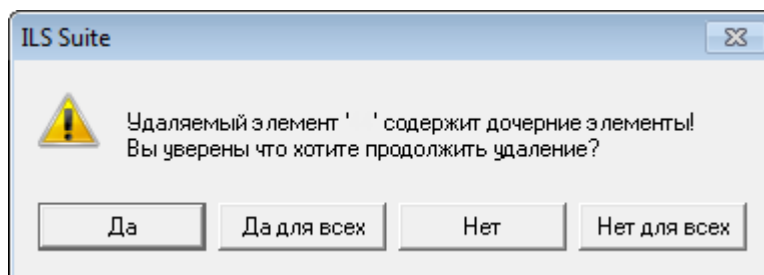

Рис. 10-42 – Сообщение о наличии в папке вложенных элементов
5) В том случае, если объект не содержит дочерних элементов, он удаляется без вывода информационного сообщения. Если объект содержит дочерние элементы, об этом сообщается в новом диалоговом окне (рис. 10-42).